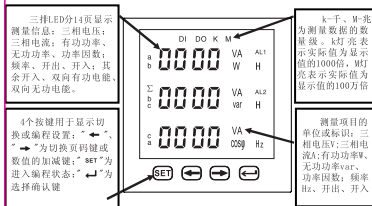

图9
6.2 72×72、80×80、96×96、LED数码管显示(见图9)